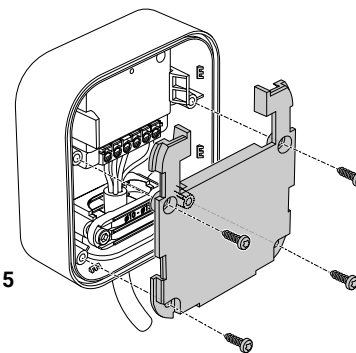

Figure 5
- 6 Remonter la plaque intermédiaire et la visser avec les 4 vis fournies - voir **figure 5**.